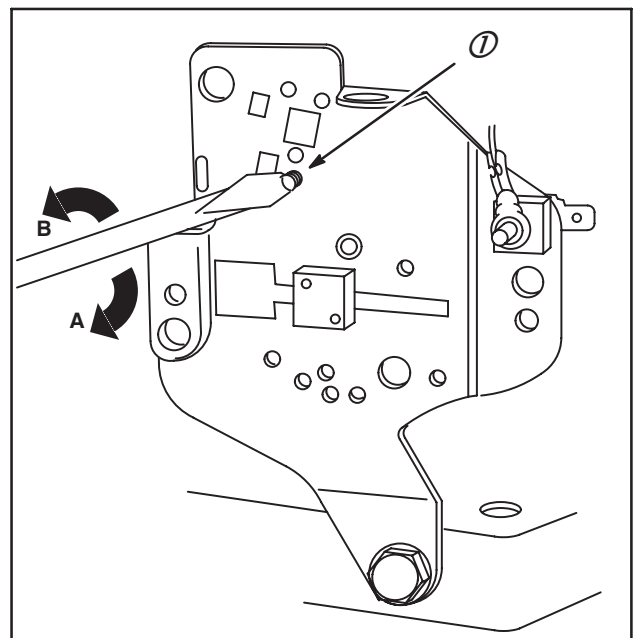

Fig. 31
Réglage du ralenti réglé Commande à crémaillère Modèles à vilebrequin horizontal, Fig. 31
3. Maintenir le papillon fermé, ajuster la vis de ralenti (1) pour obtenir 1550 Tr / mn ("A" pour augmenter, "B" pour réduire).
5. Ajuster la commande à distance à 1750 Tr / mn. Tourner la vis jusqu'à ce qu'elle touche juste la commande à distance, Fig. 31.